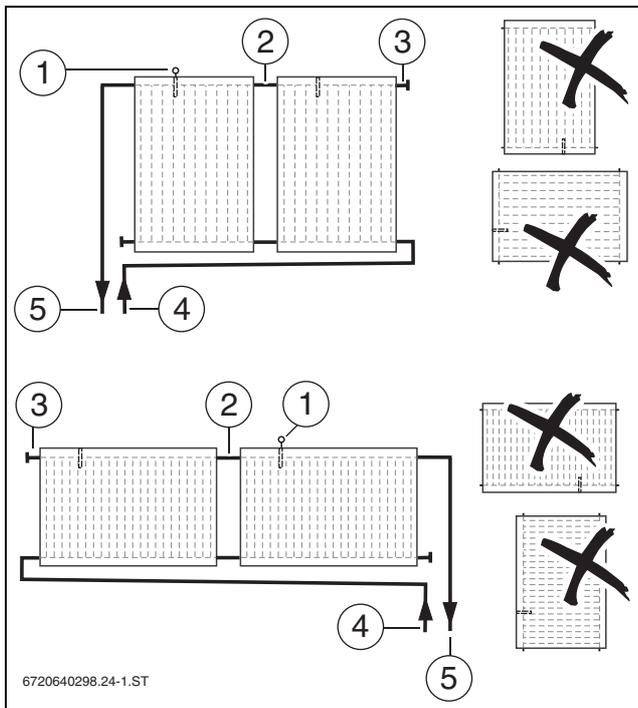

Bild 13 Anordnung senkrechter (oben) und waagerechter (unten) Kollektoren
- Kollektorfeld wechselseitig anschließen (→ Bild 13).
- Für die Kollektormontage berücksichtigen, dass die Tauchhülse für den Kollektorfühler oben liegt (→ Bild 13 [1]).
- Verlegung des Kollektorfühlerkabels so planen, dass der Kollektorfühler (→ Bild 13 [1]) in dem Kollektor mit dem angeschlossenen Vorlauf [5] montiert werden kann.